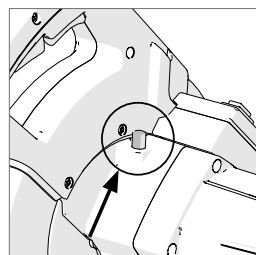

図38
- ・ シャフトロックボタンを押し、軸が回転しないようにロックをかけます。（図38）